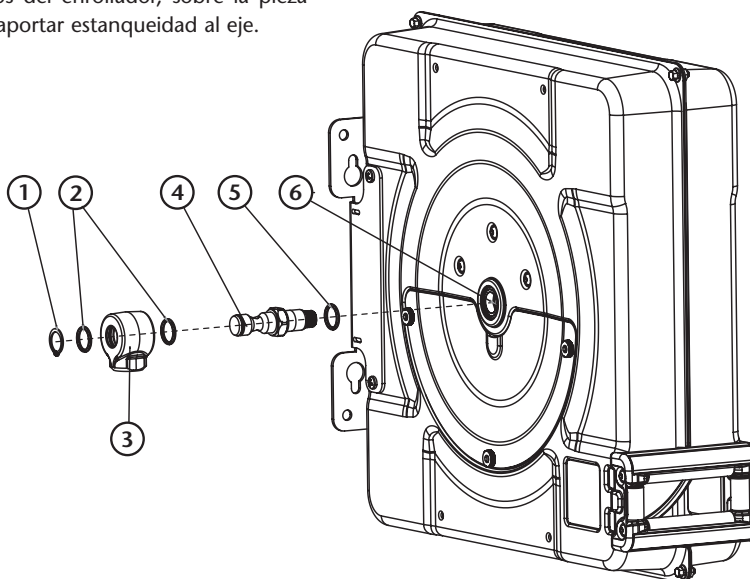

Fig. 13
2. Retire el circlip (1) (fig. 13) del eje y extraiga la rótula (3) (fig. 13).
4. Desenrosque el eje (4) (fig. 13). Para ello, es necesario hacer contrafuerza utilizando una llave Allen de 7 mm entre caras (1) (fig. 8) introduciéndola en el hexágono de latón (2) (fig. 8), a través de la pieza pretensora (3) (fig. 8). Evite en lo posible que el esfuerzo se transmita a otros componentes del enrollador.
5. Una vez ha extraído el eje, podrá tener acceso a la junta interior de estanqueidad (5) (fig. 13). Sustitúyala si fuese necesario. Esta junta está presente en todos los modelos del enrollador, sobre la pieza giratoria interna (6) (fig. 13), para aportar estanqueidad al eje.
6. Introduzca con cuidado el nuevo eje sobre la pieza giratoria interna (6) (fig. 13), a través de la junta de estanqueidad (5) (fig. 13). Tenga precaución de no dañar la junta con la rosca del eje. Se recomienda limpiar las roscas y utilizar un fijador de rosca de fuerza media en esta unión roscada. Para apretar el eje, vuelva a hacer contrafuerza con la llave Allen utilizada anteriormente, evitando en lo posible que el esfuerzo se transmita a otros componentes del enrollador.
8. Finalmente coloque de nuevo el circlip (1) (fig. 13) sobre el eje y retire la llave Allen (1) (fig. 8).